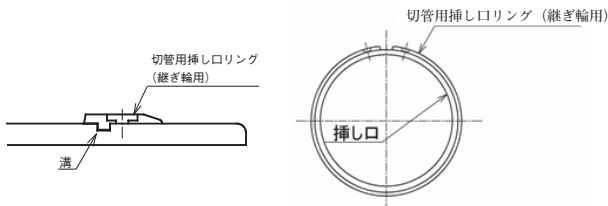

図89 切管用挿しロリングのセット
- ① 溝内に砂などの異物が入っていないことを確認したら、専用の挿しロリング拡大器を用いて切管用挿しロリング(継ぎ輪用)を挿し口にセットする(図89)。